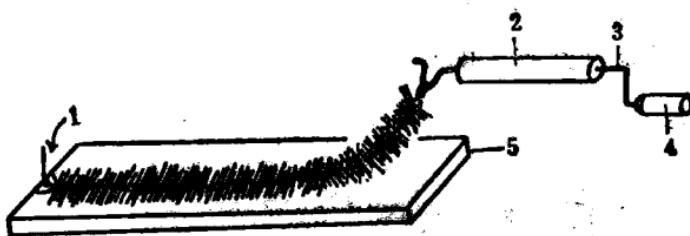

图 8 简易蜈蚣族制旗器
2. 作法 将长 6.6—8 米麻绳（或桑皮绳）一根，对折挂在蜈蚣簇绞制铁钩上，另一端固定在其他物体上，然后将稻草节从绞簇器一端开始，夹在两根绳子的中间，一般每 30 厘米长内夹稻草 100—110 根为当，夹好后一人不断地慢慢摇动绞簇器，另一人不断将踏着稻草的脚向后移动，这样一边摇，一边后退，一直到末端，即可绞制成一条象蜈蚣的簇具。打一条 3.3 米长的稻草蜈蚣簇，约需光稻草 1 公斤左右。制簇器如图 8。